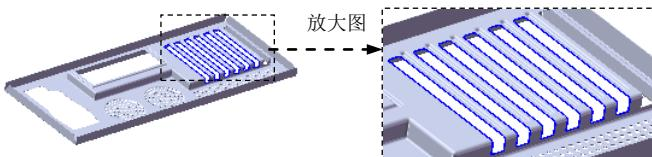
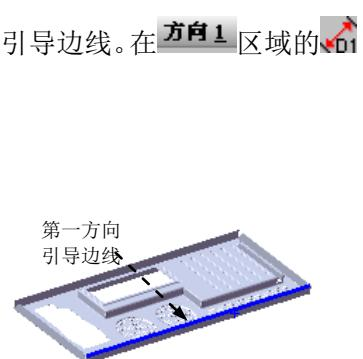

图 17.7.81 创建阵列（线性）3
图 17.7.82 选取阵列引导边线
Step18. 创建图 17.7.81 所示的阵列（线性）3。
- (1) 选择命令。选择下拉菜单 **插入(I)** → **阵列/镜向(E)** → **线性阵列(L)...** 命令，系统弹出“线性阵列”对话框。
- (2) 定义阵列源特征。单击 **要阵列的特征(E)** 区域中的文本框，选取设计树中的切除一拉伸 3 作为阵列的源特征。
- (3) 定义阵列参数。选取图 17.7.82 所示的边线为第一方向引导边线。在 **方向 1** 区域的 **下拉列表** 中输入数值 20.0，在 **#** 文本框中输入数值 7。
- (4) 单击 **确定** 按钮，完成阵列（线性）3 的创建。